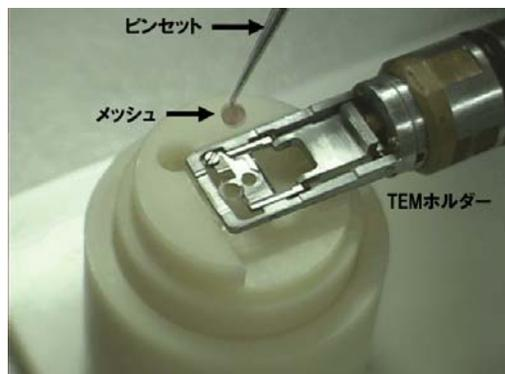

Fig. 2-20 ピックアップ手順8
- ⑪ 薄膜が支持膜上に載ったことが確認できたら油圧ハンドルの Z を操作し、ガラスプローブを数センチ上へ持ち上げる。
- ⑫ メッシュをピンセットで TEM ホルダーまで搬送し、セットする (Fig. 2-20)。